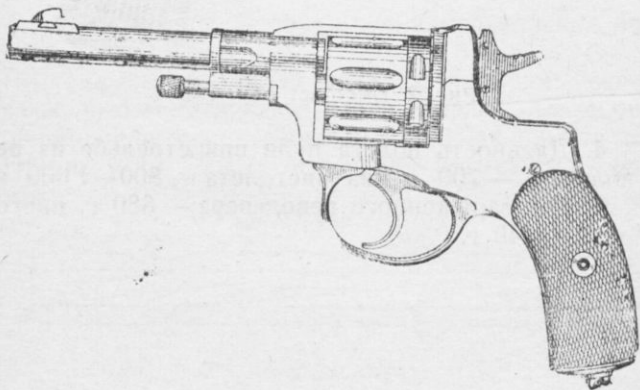

Рис. 1. Револьвер обр 1895 г.
1. Револьвер обр. 1895 г. (рис. 1) и пистолет обр. 1933 г. (рис. 2) служат для нападения и защиты на коротких расстояниях (до 50 м) и в рукопашной схватке.